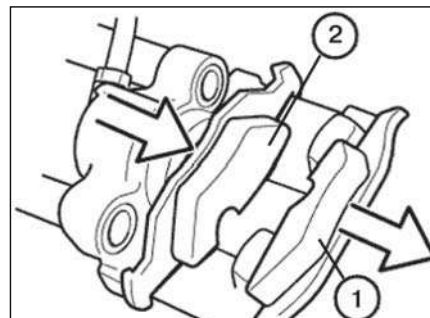

Рис. 13.4. Тормозные колодки
- Используя приспособление «34.1.050», переместить поршень внутри цилиндра до упора и снять внешнюю тормозную колодку (1, рис. 13.4), после чего снять внутреннюю тормозную